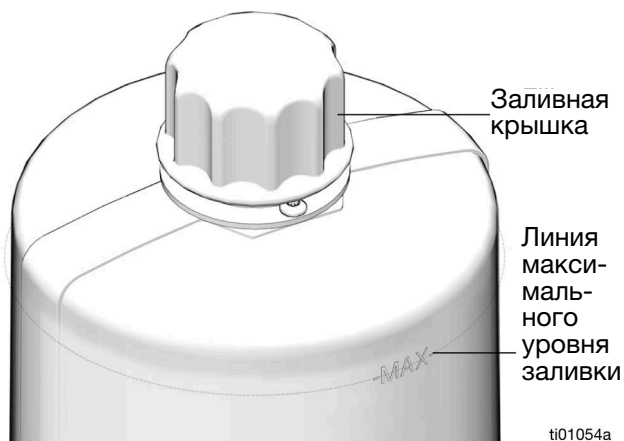

Рис. 22
- Не переполняйте бак (Рис. 22).
- Снимите крышку заливной горловины (Z) (Рис. 22).
- Залейте масло в резервуар до линии максимального уровня (Рис. 22).
- Установите на место крышку заливной горловины (Z). Плотно закрутите крышку от руки.